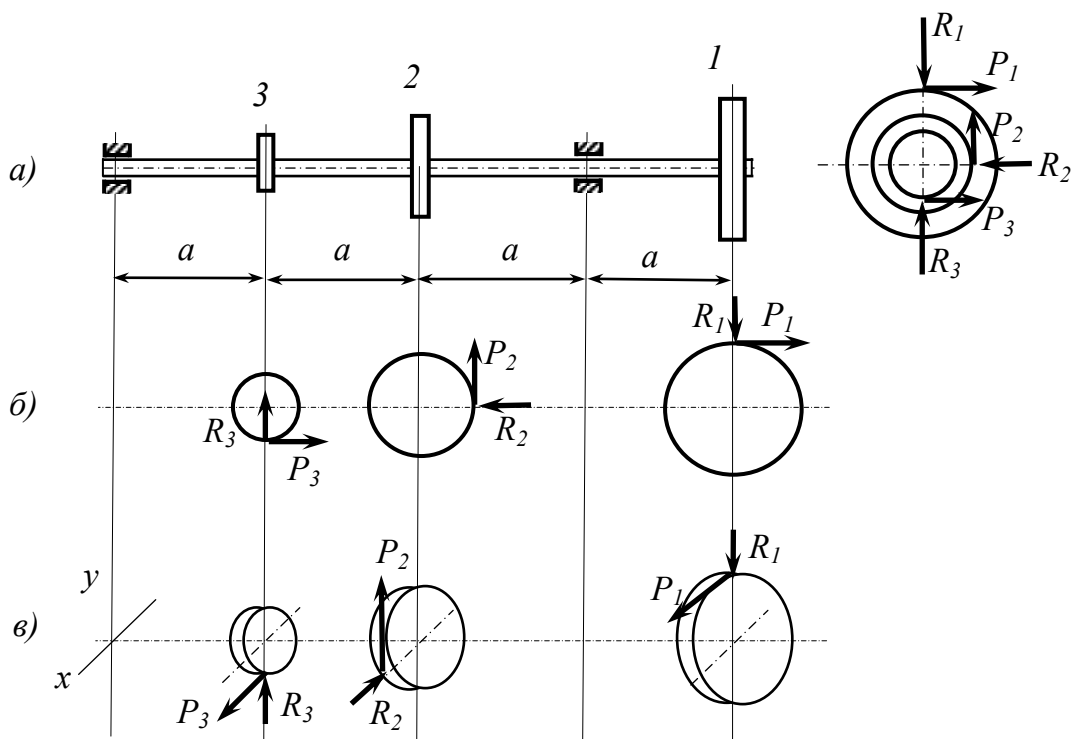

Рис. 9
1. Начертить заданную схему вала (рис. 9, а).
4. Показать на схеме силы, действующие на каждое зубчатое колесо, с указанием их величины (рис. 9, б или рис. 9, в).